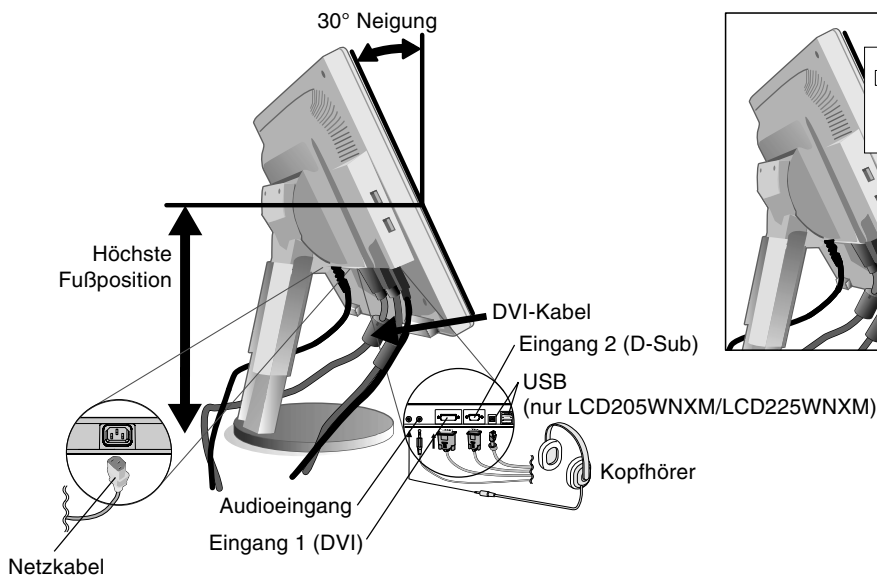

Abbildung B.1
3. Fassen Sie den LCD-Bildschirm auf beiden Seiten an, neigen Sie ihn in einem Winkel von 30 Grad und heben Sie ihn in die höchste Position (**Abbildung B.1**).
4. Verbinden Sie alle Kabel mit den entsprechenden Anschlüssen auf der Rückseite des Monitors (**Abbildung B.1**). Verbinden Sie den Anschluss des Typs B mit dem USB-Upstream-Port unten am Monitor und den Anschluss des Typs A mit dem Downstream-Port am Computer (**Abbildung C.1**). Wenn Sie das Kabel eines USB-Geräts verwenden können, müssen Sie es in einen der Downstream-Ports unten oder seitlich am Monitor einstecken. Schließen Sie die Kopfhörer (nicht mitgeliefert), wenn gewünscht, an die entsprechende Buchse auf der Rückseite des Monitors an (**Abbildung B.1**).